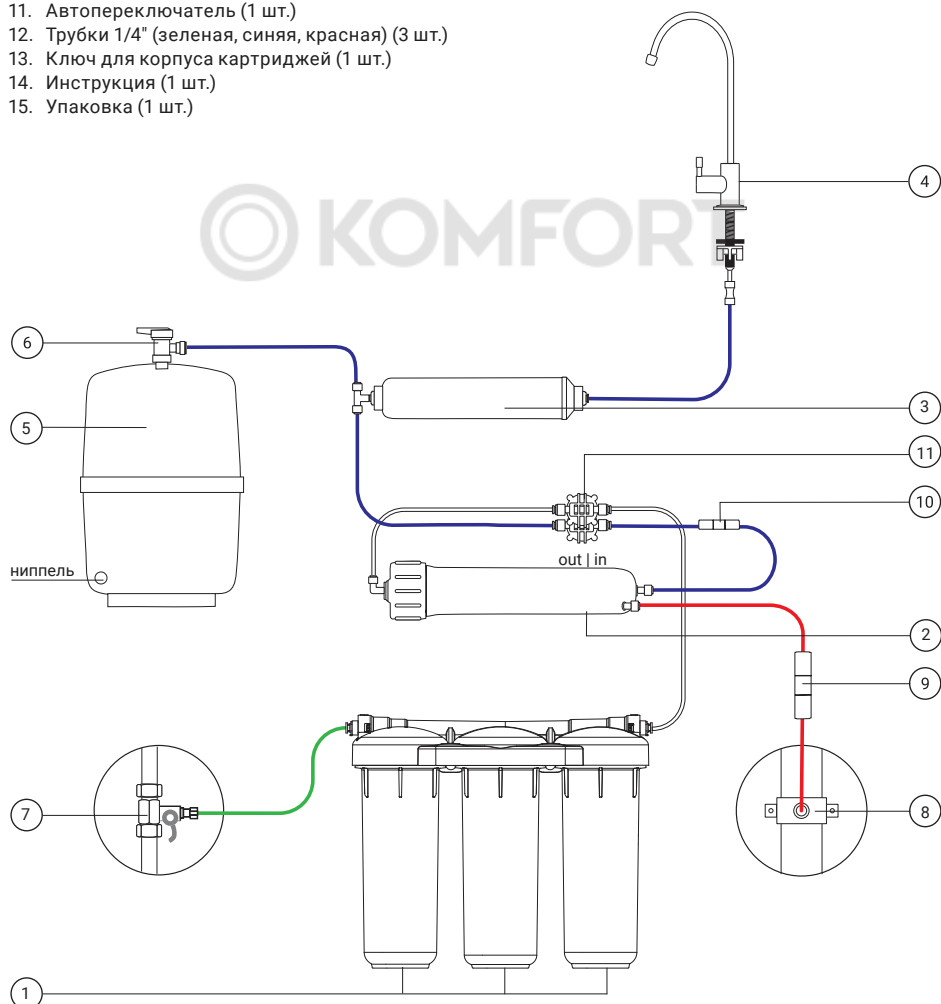
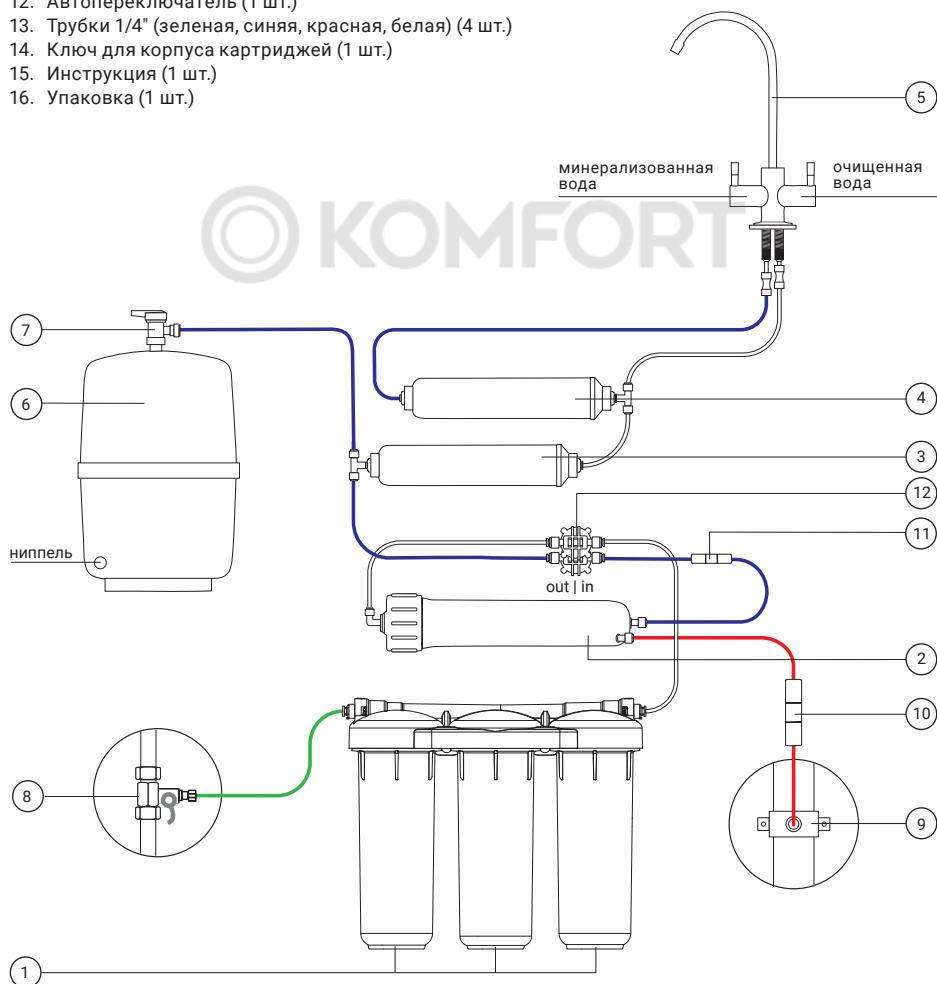
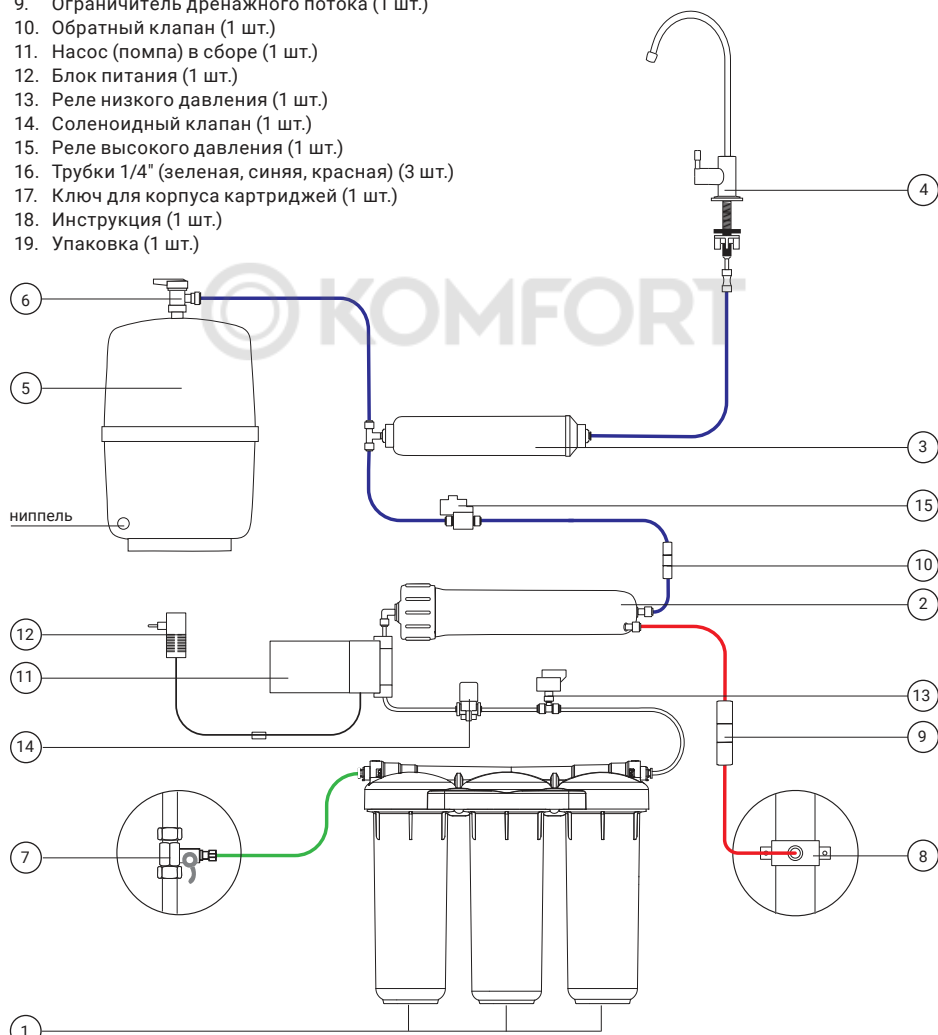
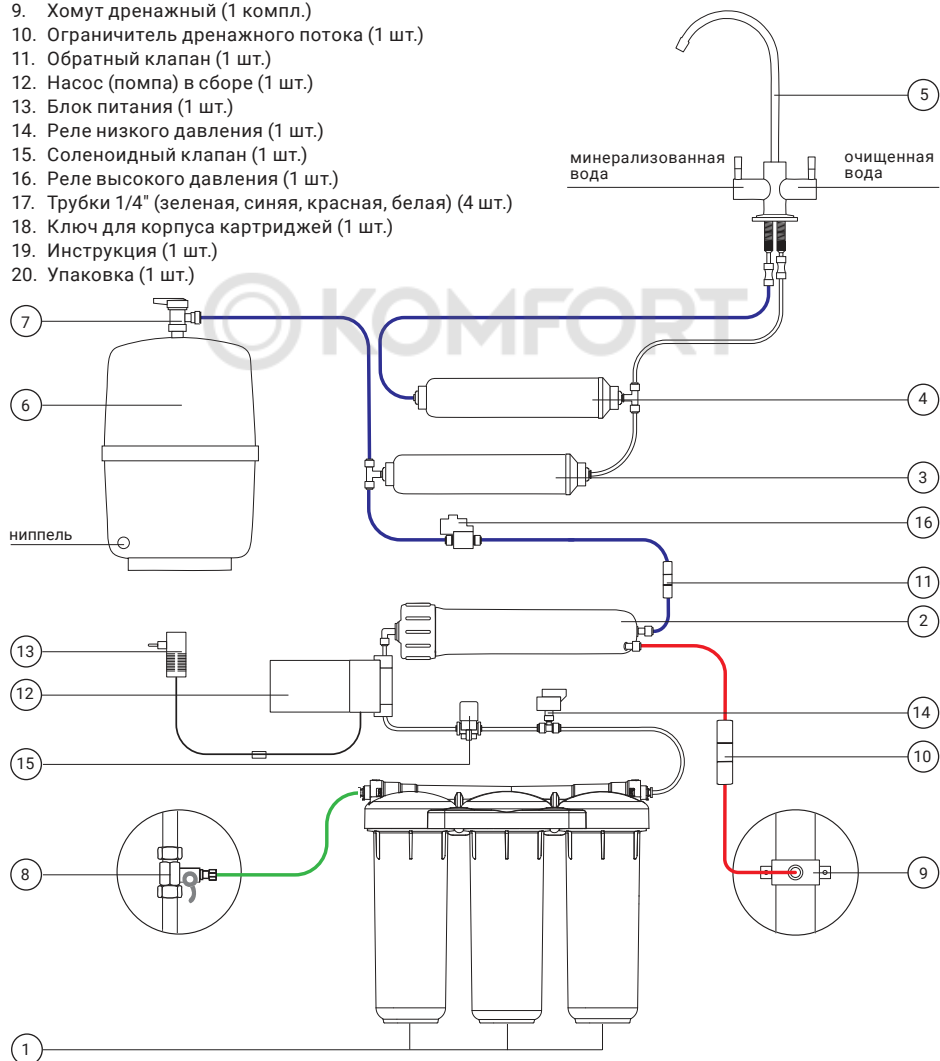

Рис. 2. Схема подключения Гейзер Аллегро/Престиж/Нанотек.
Рис. 3. Схема подключения Гейзер Аллегро М/Престиж М.
Рис. 4. Схема подключения Гейзер Аллегро П/Престиж П/Престиж ПТ/Нанотек П с повышающим давлением насосом (помпой).
Рис. 5. Схема подключения Гейзер Аллегро ПМ/Престиж ПМ с повышающим давление насосом (помпой).
8. Согласно схеме подключения (см. рис. 2, рис. 3 или рис. 4, рис. 5) подключите одну часть синей пластиковой трубки в фитинг-тройник, подключенный к угольному постфильтру, другой конец трубки подключите в фитинг на выход из угольного постфильтра. В фильтрах с минерализатором белую пластиковую трубку из комплекта поставки подключите в фитинг на выход из минерализатора.
6. Подсоедините другой конец пластиковой трубки к выходу из автопереключателя согласно схеме подключения (см. рис. 2, рис. 3). Если фильтр в комплектации с насосом (помпой), повышающим давление, трубка подключается к ограничителю дренажного потока (см. рис. 4, рис. 5).